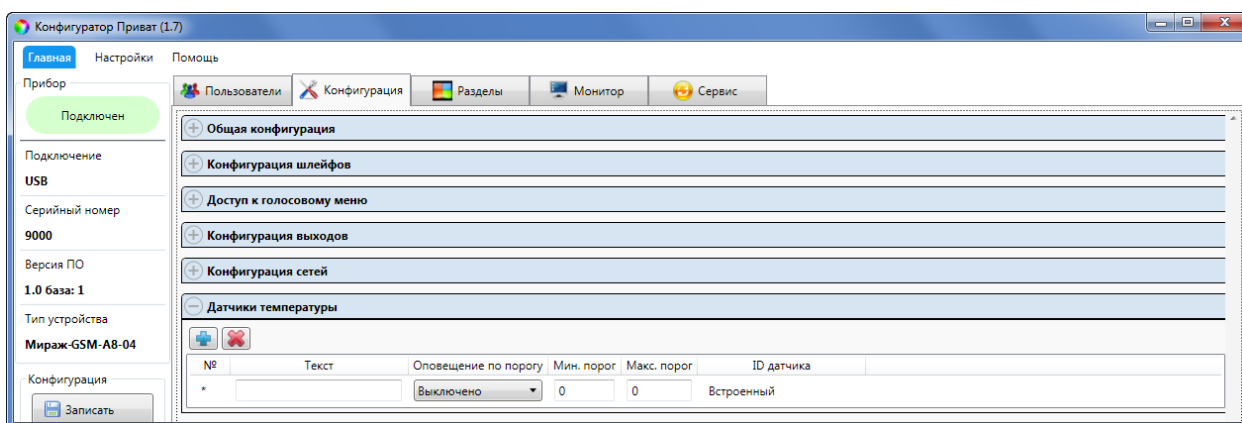

Рисунок 7.4 – Блок *Датчики температуры* в конфигурации контроллера Мираж-GSM-A8-04
- 1) Нажмите кнопку  в блоке *Датчики температуры* (см. рисунок 7.4).